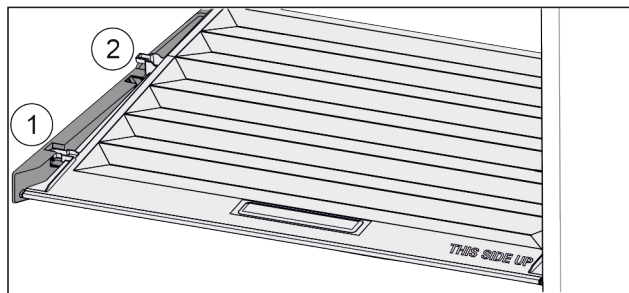

Fig. 147
- ▶ Trageți capacul în față Fig. 147 (1) până la orificiul din piesele suportului.
- ▶ Ridicați în spate de jos și scoateți Fig. 147 (2) în sus.